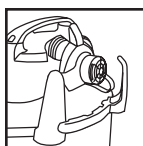

FIGURE 13
12. Appuyez sur le centre du porte-tuyau jusqu'à ce que l'onglet se verrouille sur la partie inférieure du couvercle du réservoir. **FIGURE 13.**